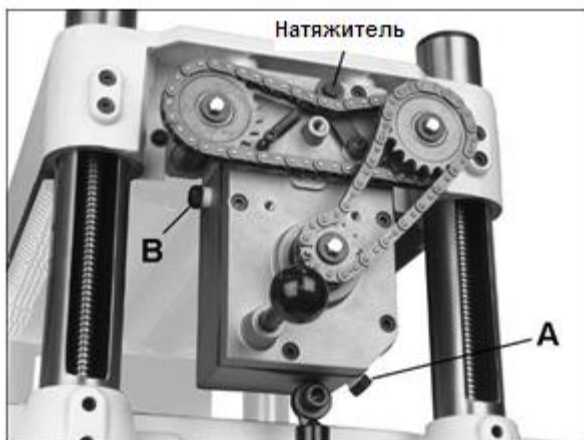

Рисунок 9-1
Станок оснащен прямым, зубчатым роликом подачи и резиновым роликом разгрузки. При включении, они начинают вращаться, обеспечивая подачу заготовки. Ролики вращаются для движения заготовки и автоматически замедляются при увеличении нагрузки на электродвигатель для наиболее эффективного строгания в любых условиях. Ролики приводятся в действие цепью и звездочками (см. Рис. 9-1), которые приводятся в движение непосредственно от ножевого вала через коробку скоростей. Приводная цепь не нуждается в натяжении, так как подпружиненное натяжное устройство (Рисунок 9-1) постоянно поддерживает надлежащее ее натяжение.
3. Открутите сливную пробку (А, Рисунок 9-1) и снимите крышку заливной горловины (В). Слейте отработанное масло полностью. Следуйте местным нормам и правилам по утилизации отработанного масла.